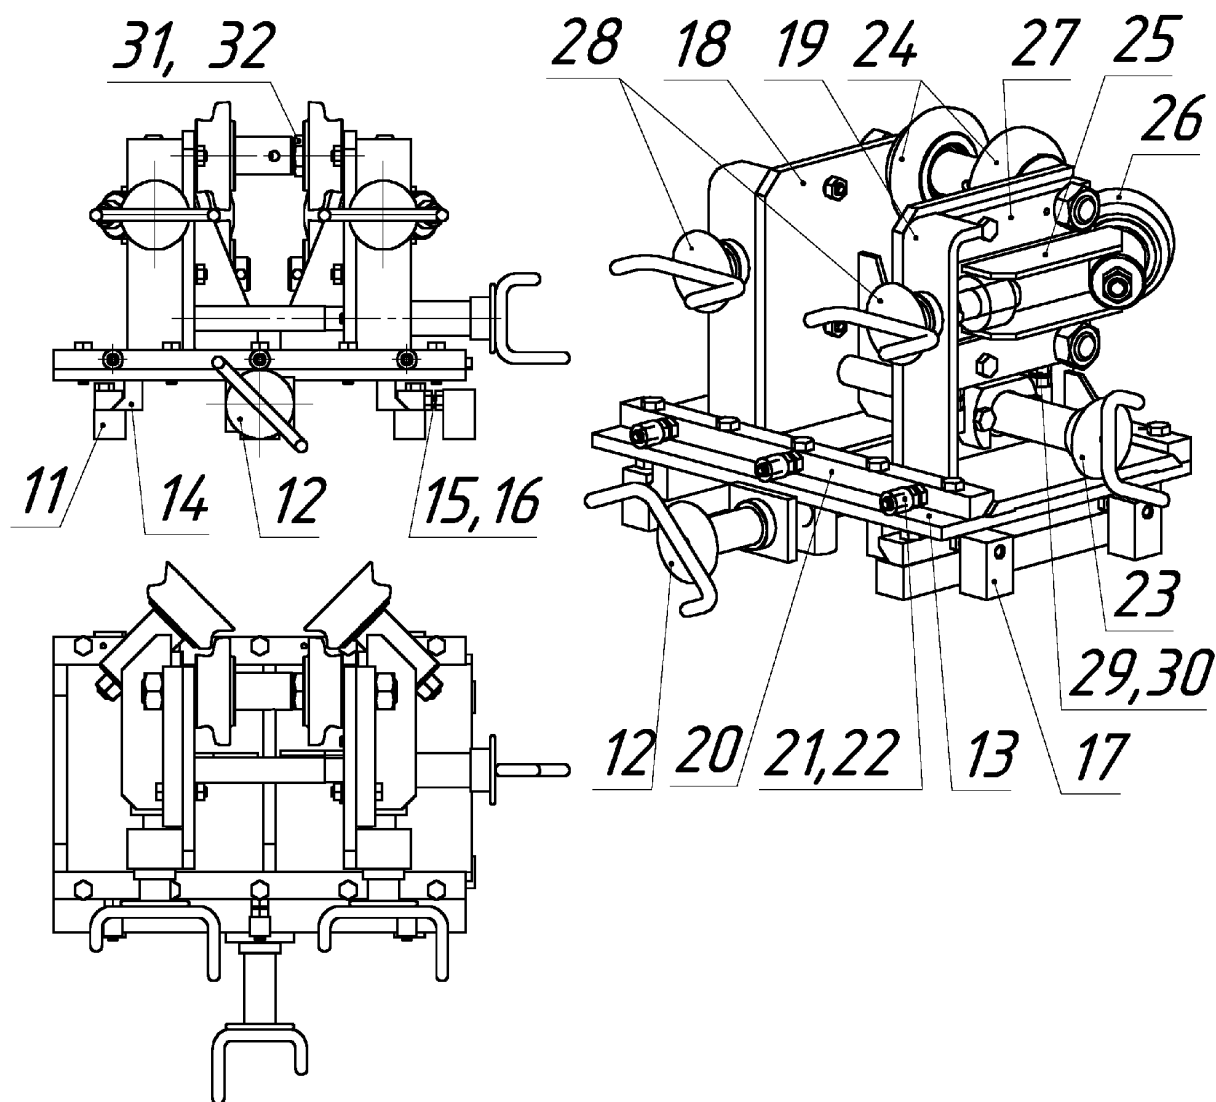

Рис. 2 Устройство дископравное
На рис. 2 показано устройство дископравное. Оно состоит из закрепленных на столе направляющих 11, по которым винтом 12 перемещается плита 13, оснащенная ползьями 14. Зазор между ползьями 14 и направляющими 11 регулируется болтами 15 с контргайками 16, ввернутыми в упоры 17.
6.2.1. При работе с легкосплавными дисками с посадочным диаметром более 16 дюймов необходимо снять со столешницы устройство дископравное (рис. 2).